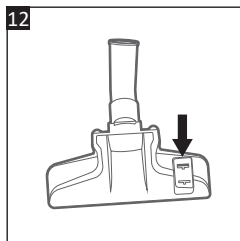

Рис. 12
Щетки для пола (18) можно отрегулировать в соответствии с типом очищаемого пола (Рис. 12).
- Нажмите  переключатель щетки для пола (17), чтобы извлечь щетки и очистить твердые полы, не подверженные царапинам.
- Нажмите  переключатель щетки для пола (17), чтобы убрать щетки и очистить ковры, коврики или твердые поверхности.